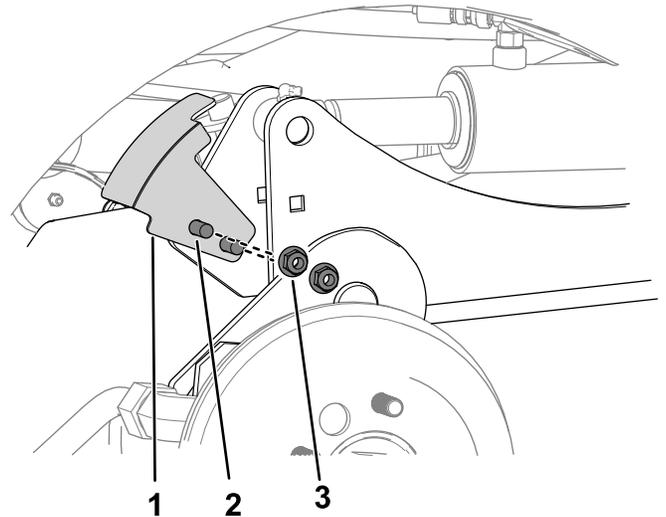

图 8
5. 用 2 个托架螺栓和 2 个螺母  $\frac{3}{8}$  英寸将传感器支架固定到右提升臂图 8。